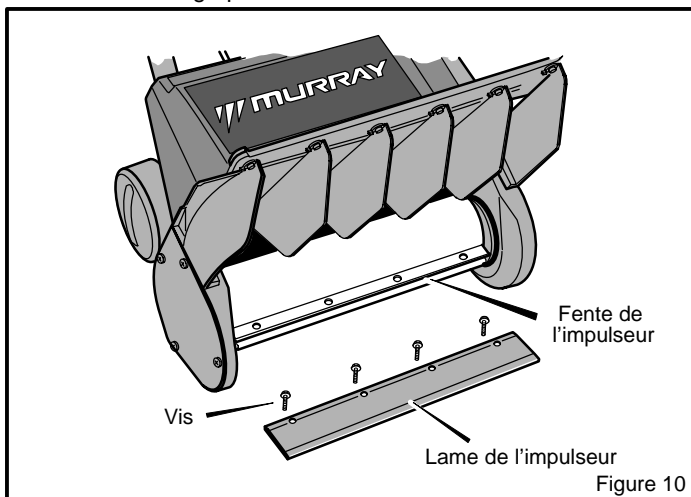

Figure 10
- Déposer les 4 vis de chacune des 2 lames de l'impulseur et les mettre de côté Figure 10.
- Déposer les lames usées ou endommagées. Figure 10.
- Insérer les nouvelles lames de l'impulseur dans les fentes de l'impulseur et aligner les trous. Figure 10.